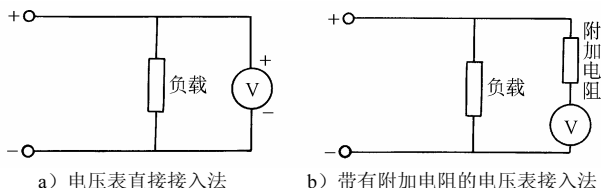

图 3-3 直流电压的测量
1. 直流电压的测量 测量直流电压时, 电压表的接法如图 3-3 所示。